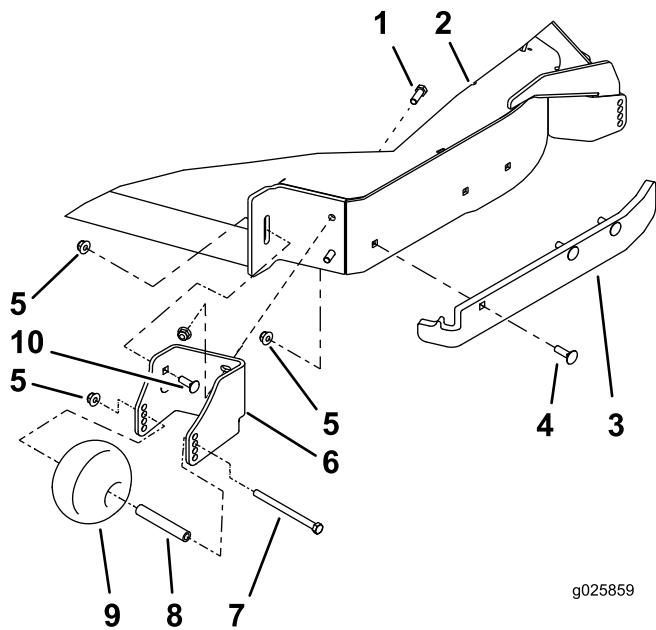
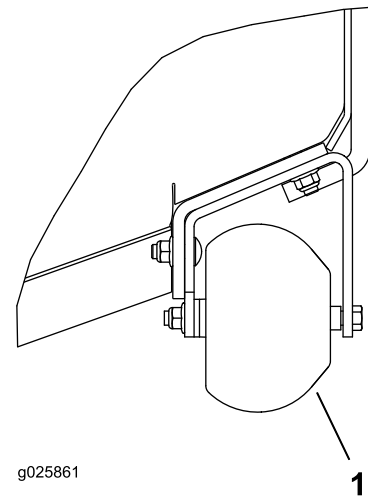

Figura 1
Figura 2
- Instale provisionalmente los soportes de rodillo izquierdo y derecho a la parte delantera de la carcasa con 4 pernos (3/8 x 1-1/8 pulgadas), 4 pernos de cuello cuadrado (3/8 x 1-1/8 pulgadas) y 8 tuercas con arandela prensada (3/8 pulgada). Consulte en Figura 1 la posición correcta de los pernos.
- Instale los parachoques izquierdo y derecho en el lado de la carcasa con 6 pernos de cuello cuadrado (3/8 x 1-1/4 pulgadas) y 6 tuercas con arandela prensada (3/8 pulgada) (Figura 1).
Nota: Instale los rodillos con la sección cónica hacia el exterior de la carcasa de corte (Figura 2).
8. Instale los espaciadores en los rodillos (Figura 1).
9. Instale los rodillos en los soportes con 2 pernos (3/8 x 5 pulgadas) y 2 tuercas con arandela prensada (3/8 pulgadas), según la altura de corte deseada (Figura 1 y Figura 2).